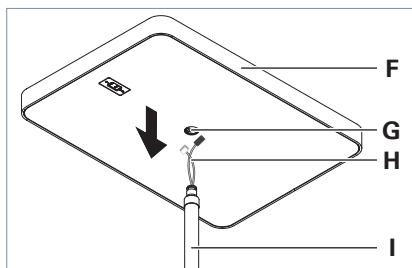

Fig. 8: Leuchtenkopf aufsetzen.
- ▶ Setzen Sie den Leuchtenkopf **F** auf das Standrohr **I** und führen Sie dabei die Leitungen **H** durch die Öffnung **G** am Leuchtenkopf, siehe Fig. 8.